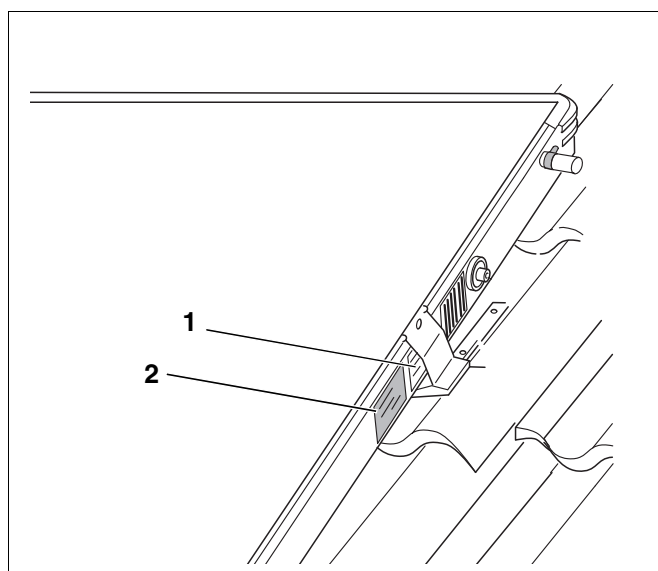

Abb. 3 Position – Typenschild-Aufkleber
- Typenschildaufkleber (Abb. 3, **Pos. 2**) oben auf der rechten Seite des Kollektors, neben dem bestehenden Typenschild (Abb. 3, **Pos. 1**) aufkleben.